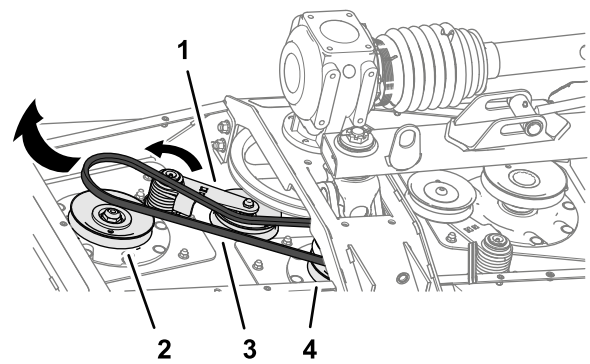

Bild 60
3. Drehen Sie den Riemensteller für den kurzen Riemen mit einer Brechstange oder ähnlichem Werkzeug gegen den Uhrzeigersinn und ziehen Sie den Riemen von der Spannscheibe ab (**Bild 60**).